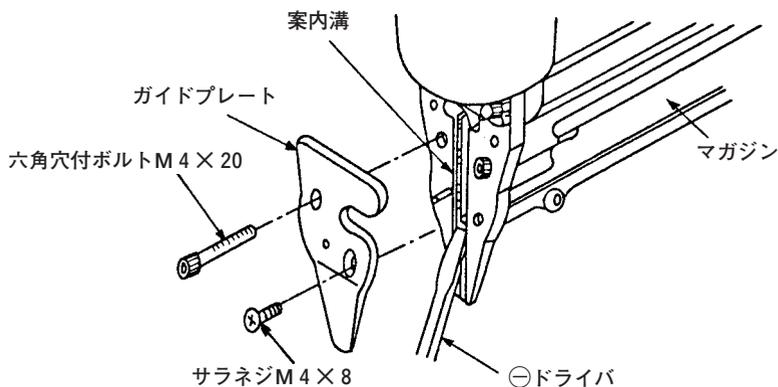

図 7
- 案内溝につまった釘、接着剤、破片、木くず等を⊖ドライバなどで取り除きます。(図7)